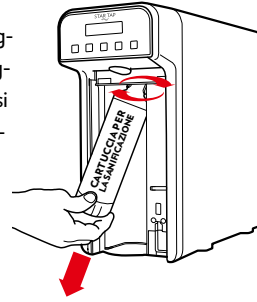

Fig. 2-29
30.30 - Estrarre la cartuccia per la sanificazione ruotando la stessa in senso orario verso destra fino alla completa estrazione, vedi Fig. 2-29.